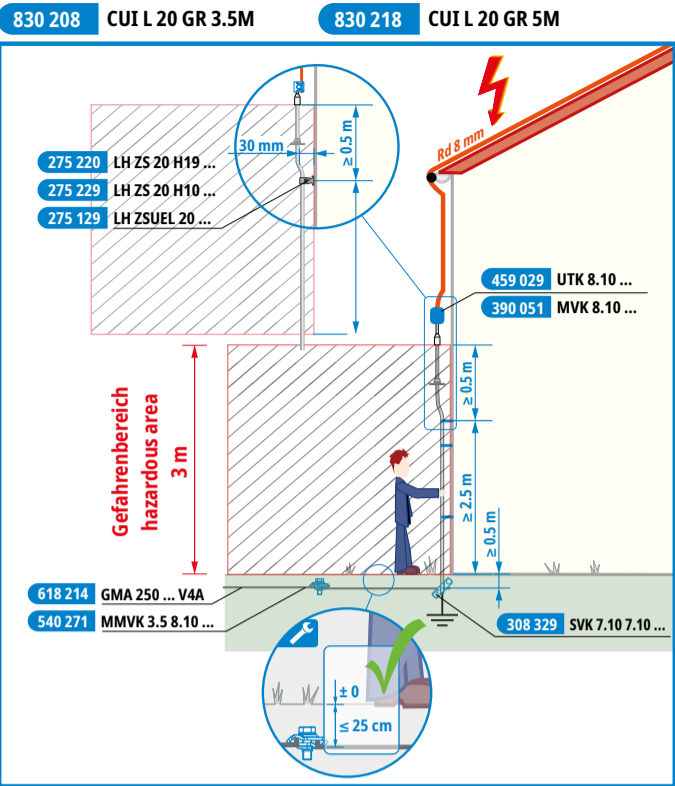
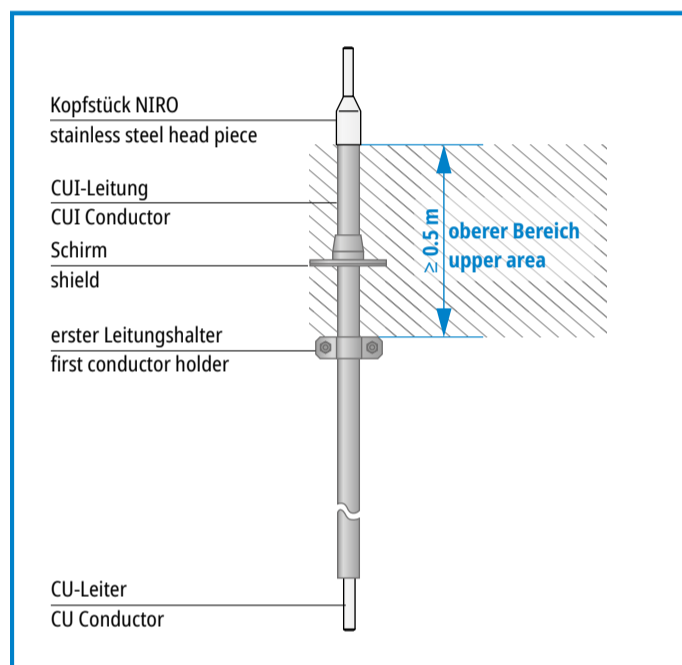

Fig. 1 Gefahrenbereich / hazardous area
Fig. 2 Aufbau CUI-Leitung / CUI Conductor set-up
**Leitungsverlegung (siehe auch Fig. 1)**
Die CUI-Leitung ist ungeschnitten über den gesamten Gefahrenbereich (Fig. 1) zu verlegen. Die CUI-Leitung ist für die Verlegung im Erdreich geeignet. Die ersten 3 m der CUI-Leitung sind oberhalb des Erdniveaus zu montieren. Zur Sicherstellung des Berührungsschutzes sind mindestens weitere 0,5 m CUI-Leitung im Erdreich zu verlegen. Verbindungen im Erdreich sind zusätzlich mit Korrosionsschutzmaßnahmen zu versehen.
Eine Verlegung in Wänden, Mauerfugen oder unter Putz ist für den Bereich vom Kopfstück bis zum ersten Leitungshalter (oberer Bereich ≥ 0,5 m; siehe Fig. 1 und Fig. 2) nicht zulässig!
**Installation of the conductor (also see Fig. 1)**
Installation in walls, wall joints or under plaster is **not permitted** for the section from the head piece to the first conductor holder (upper section ≥ 0.5 m; see Fig. 1 and Fig. 2)!